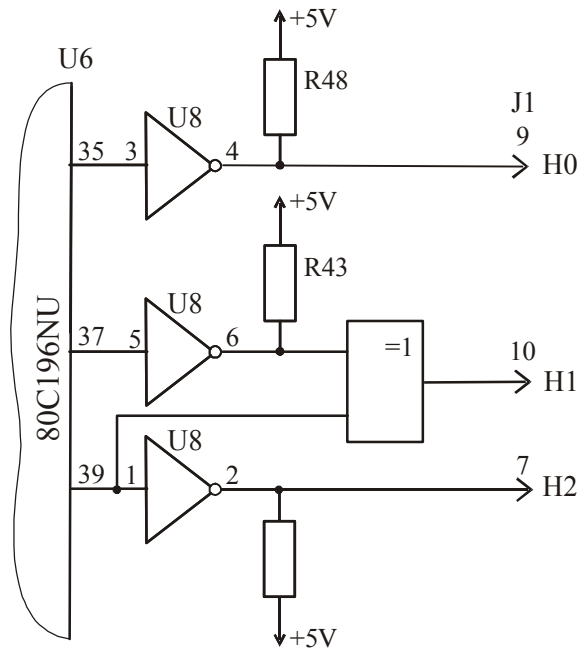

Рис. 5.5.3. Схема перекоммутации для отключения 0 поверхности.
1. Собрать схему, как показано на рис. 5.5.3, см. таблицу 5.5.1.